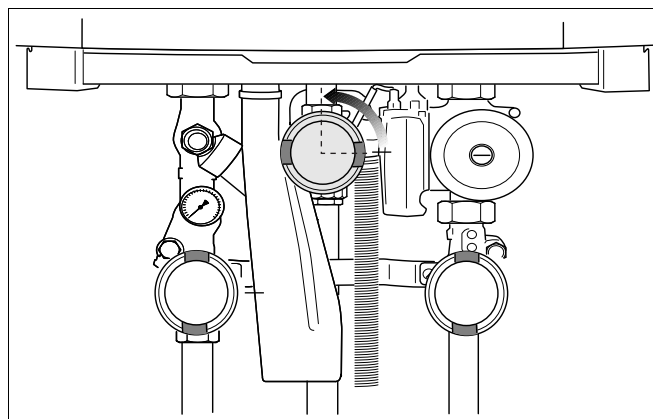

Fig. 64 Gaskraan openen
- Open de gaskraan langzaam, door deze in te drukken en een ¼ omwenteling linksom te draaien (→ fig. 64).
- Open de gaskraan langzaam, door deze in te drukken en een ¼ omwenteling linksom te draaien (→ fig. 64, pag. 51).